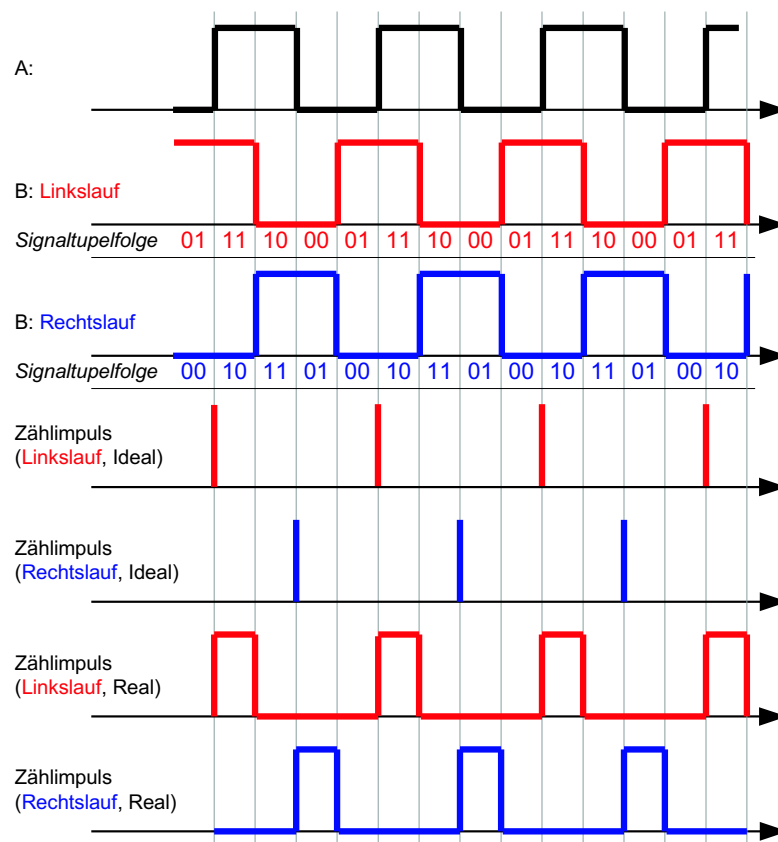

Abbildung 1: Signalfolge
- Die Signalfolgen der Sensoren sind in *Abbildung 1* angegeben.
- Signalupelfolgen der Sensoren: (vgl. *Abbildung 1*)
- a) Die idealen und realen Zählimpulse für den Rechts- und Linkslauf sind in *Abb. 1* angegeben.